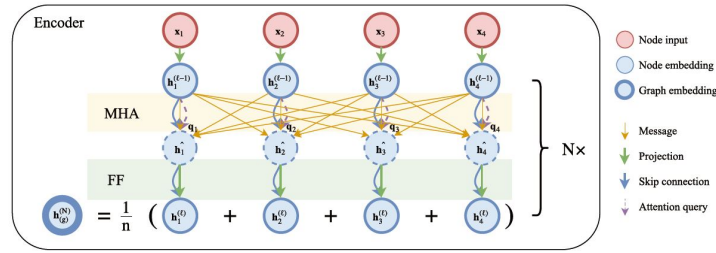

图 13 编码器示意图
Attention layer 遵循 Transformer 架构如图13。每个注意层由两个子层组成: 一种多头注意层 (MHA), 执行节点和节点上完全连接的前馈层 (FF) 之间的消息传递。每个子层增加 skip-connection 和 batch normalization.